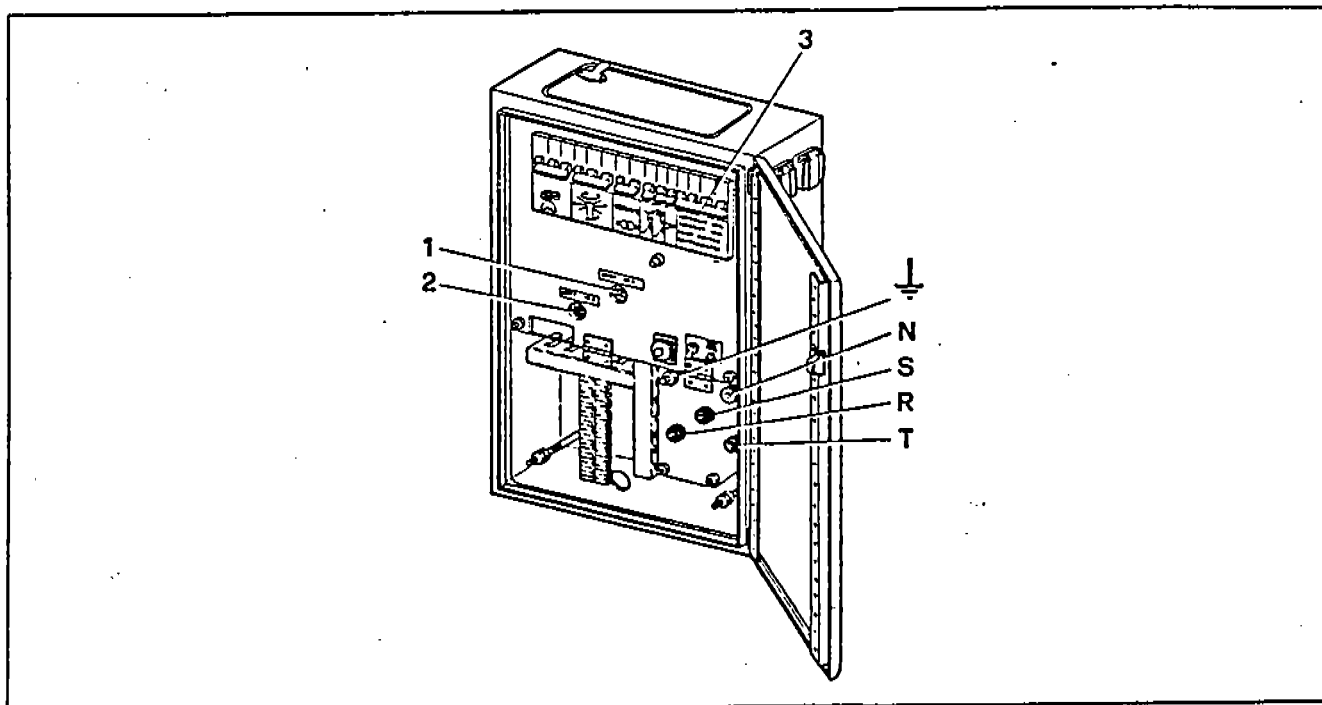

Fig. 3
**Electrical connection (Fig. 3)**
Refer to Fig. 3 and connect (R-S-T = 3 phases - N = Neutral).
**Collegamento elettrico (Fig. 3)**
Riferendosi alla Fig. 3 eseguire il collegamento (R-S-T = Tre fasi - N = Neutro).